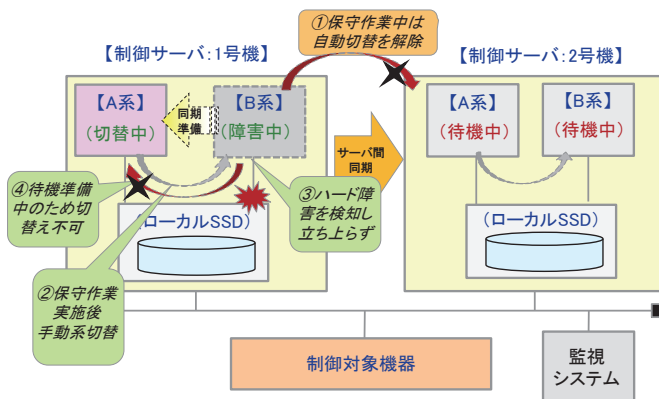

図 2.15-2 障害状況
障害発生状況は以下の通りであった。(図 2.15-2)
自動切替え制御を解除 (図 2.15-2 ①) し B 系システムに保守作業を実施後、手動切替えを実施 (図 2.15-2 ②) したところ B 系システムが立ち上がった直後に B 系システムのハードウェアに故障が発生し停止 (図 2.15-2 ③) してしまった。A 系システムは新たな同期処理の開始中でありまだホットスタンバイ待機状態となっておらず (図 2.15-2 ④) 切り戻すことができなかった。